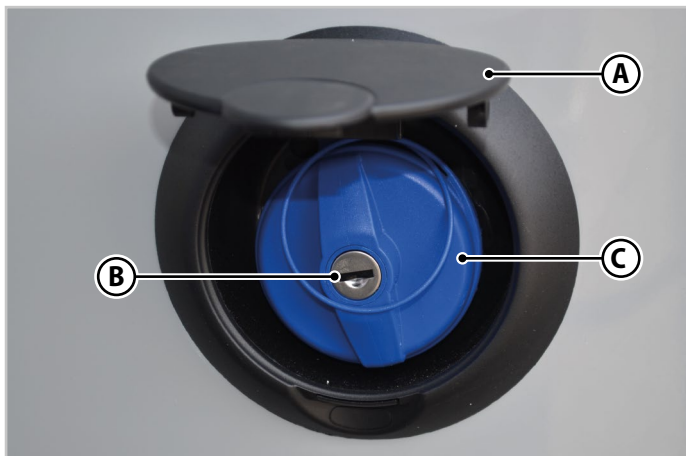

Fig.6.31 - Llenado del depósito de aguas limpias
1. Levante la tapa (**A** - Fig.6.31) para acceder a la boca de llenado de agua situada en el lateral del vehículo.
2. Introduzca la llave en la cerradura (**B** - Fig.6.31).
4. Gire el tapón (**C** - Fig.6.31) a la izquierda y retírelo.